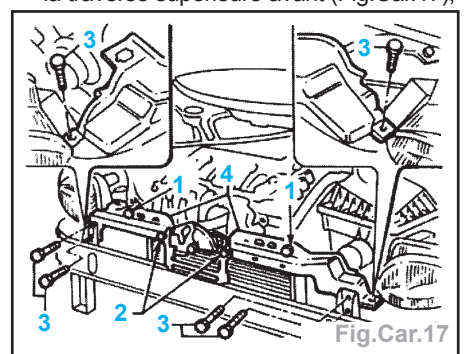

Fig.Car.17
- la traverse supérieure avant (Fig.Car.17).